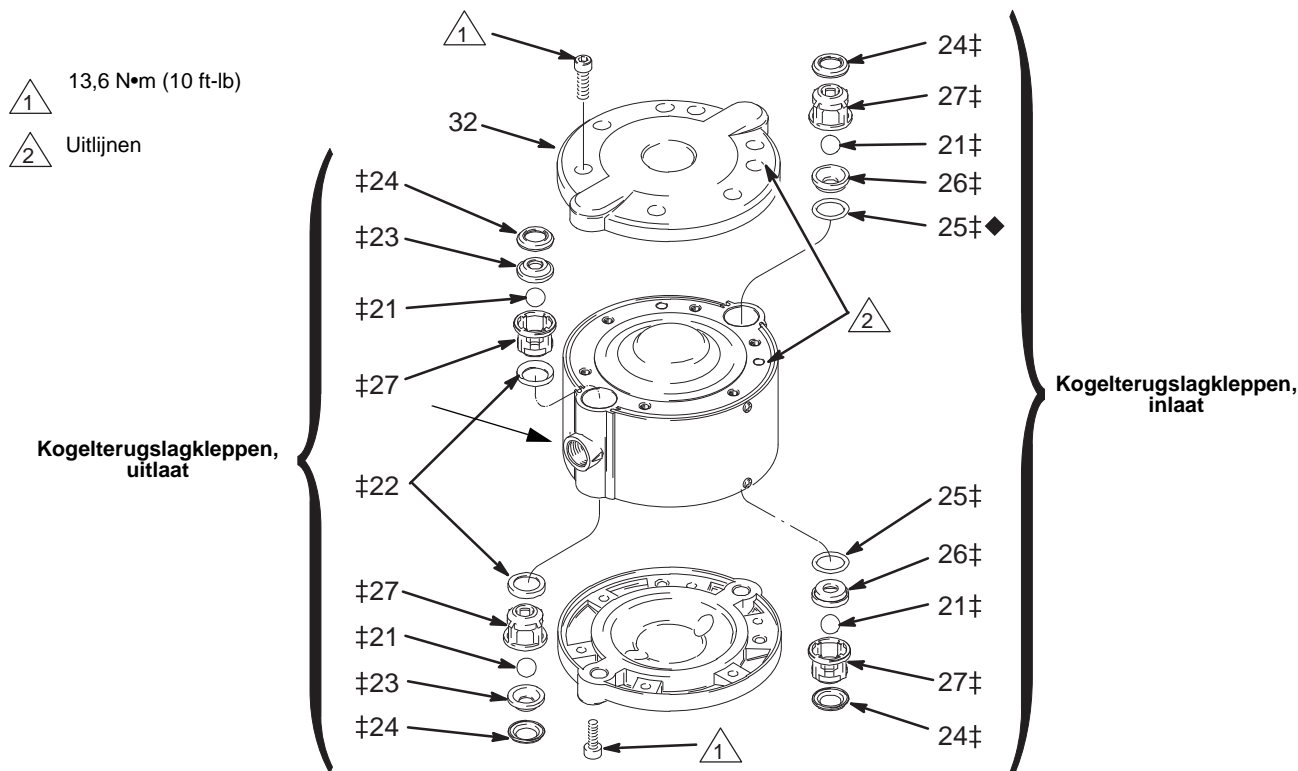

FIG. 4
2. Verwijder de inlaat- en uitlaatreduceerventielen. Let op: de reduceerventielonderdelen voor de inlaat wijzen een andere kant op dan die van de uitlaat. Zie FIG. 4.
**OPMERKING:** Als de inlaatzittingen (26) moeilijk te verwijderen zijn, tik ze er dan van de andere kant uit met behulp van een messing staaf en een hamer.